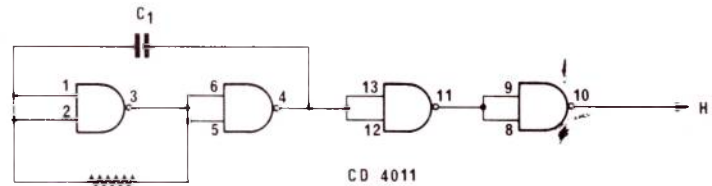

Figure 1
1) L'OSCILLATEUR LOCAL DE DECOUPAGE est de type très simple et utilise un circuit CD 4011 (4 portes Nand dans un même boîtier). 2 portes sont utilisées en oscillateur, les 2 autres permettent d'obtenir un signal avec des fronts de montée bien nets. La fréquence de 50 kHz permet d'obtenir dans le cas d'une visualisation de 8 voies le passage 6 000 fois par seconde de chaque voie sur l'écran. Le premier inverseur a ses entrées reliées à sa sortie par une résistance de 10 kHz et reliées à la sortie du deuxième inverseur par une capa de 1 nF. (voir **figure 1**).
2) LE SELECTEUR DES VOIES ET DE NOMBRE DE VOIES se fait à l'aide d'un compteur pressettable CD 4029 qui peut soit compter, soit décompter, soit fonctionner en décimal, ses entrées preset sont directement codées en BCD. On va l'utiliser en décompteur en plaçant la patte 10 à la masse et en décimal en plaçant la patte 9 du circuit à la masse. Ainsi lorsque l'on imposera par la commande preset un code aux sorties 9₁ à 9₃, le décomptage se fera jusqu'à « 0 » puis passera à (« 9 »). Ce passage à (9) donnera sur la sortie 9 un « 1 » (combinaison 1 001 pour le « 9 »). Ce passage sera utilisé pour recommander le preset, d'où une liaison des pattes 2 et 1 du circuit. Cette commande permettant de revenir au code inscrit sur une roue codeuse. Le nombre de traces visualisées sur le scope sera égal au nombre de la roue codeuse plus 1, ainsi sur 0 on verra la trace « 0 », sur 1 on verra les traces « 0 » et « 1 », sur 5 on verra les traces « 0 », « 1 », « 2 », « 3 », « 4 », « 5 », et ainsi de suite.